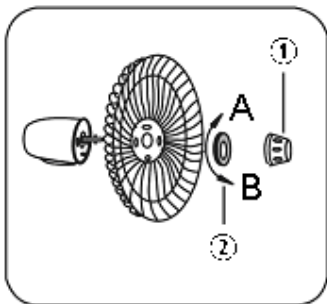

Bild 5
- ① Skruv
3. Skruva fast muttern av plast som fäster skyddet på huvudenheten (medsols) (skede 1, 2, 3 – se bild 5).